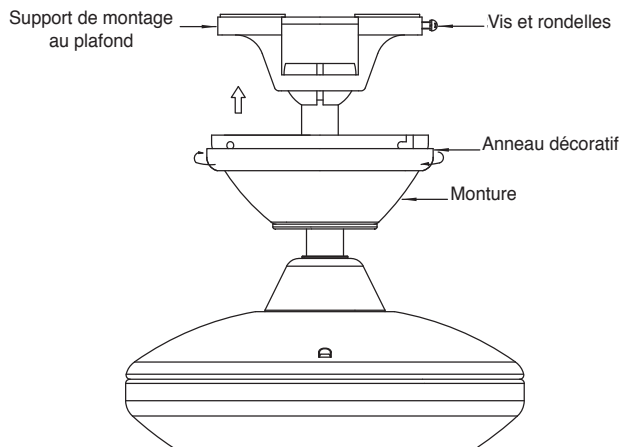

Fig. 12
**Étape 2.** Faites glisser la monture jusqu'au plafond et fixez la monture au support de montage au plafond, à l'aide des 4 vis sur le bord supérieur du support de montage. Insérez chaque vis dans le trou de montage de la monture et dans le support de montage. Serrez bien toutes les vis. (Fig. 12)